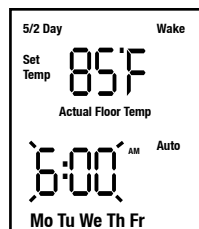

Figure 15
1. Pour passer au programme 5/2 Day, appuyer sur le bouton Event/Program, les segments de l'affichage ACL prennent l'aspect présenté à la figure 15, les chiffres Heure et les chiffres AM clignotent.
1. Pour passer au programme 7 Day, appuyer sur le bouton Program, les segments de l'affichage ACL prennent l'aspect présenté à la figure 15. Les chiffres Heure et les chiffres AM clignotent.